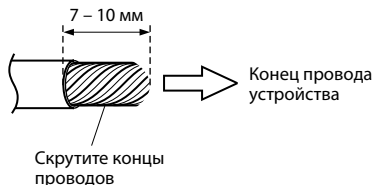

Рис. 5
2. Снимите изоляцию с концов выводов провода примерно на 7 – 10 мм. (Рис. 5)